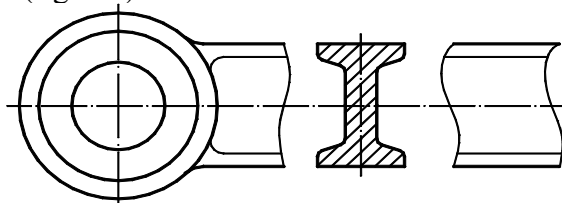

Fig. 5.9
- **secțiune intercalată**, când secțiunea se reprezintă în intervalul de ruptură dintre cele două părți ale aceleiași reprezentări ale obiectului (fig. 5.9).